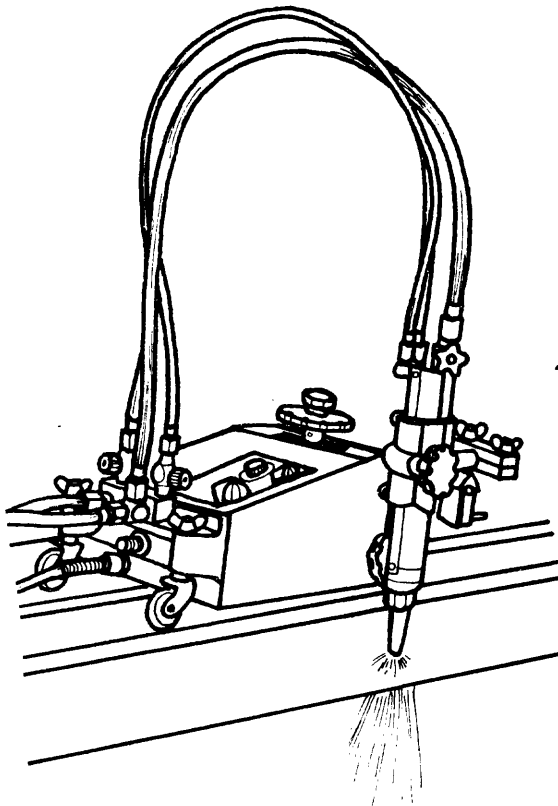

Fig. 10
- 2) El oxicorte puede ser mecanizado, para lo cual se utilizan máquinas de corte semiautomático (figs. 10 y 11).